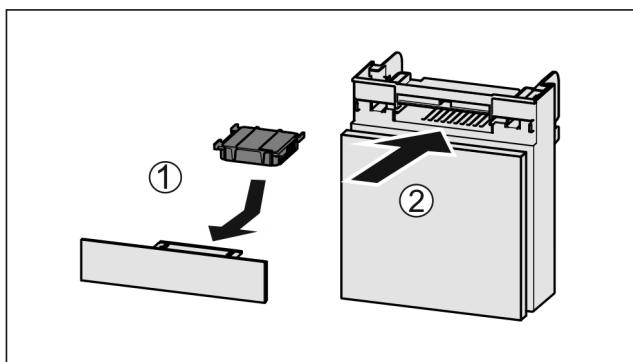

Fig. 119
- Vložte aktívny uhlíkový filter podľa obrázka Fig. 119 (1).
- Zasuňte zásuvku Fig. 119 (2).